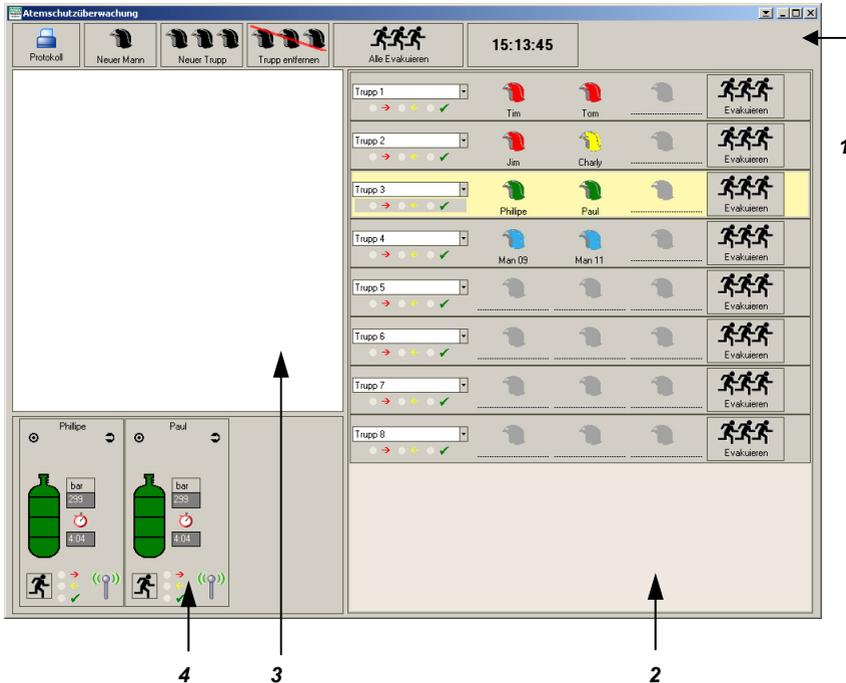

Bild 8 Benutzeroberfläche Telemetrie-Überwachungssoftware
- Detaildarstellung für Anzeige von Druck, Resteinsatzzeit und Alarm, und die Menüleiste unterteilt (→ Bild 8).